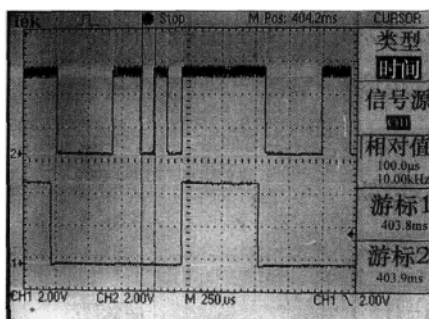

图 11-4 上面的波形是 P3.1 送出来串行数据 58H，而下方显示的波形是由 P1.0 送出
图 11-4 上方传的是 58H 的数字数据串，你看得出来吗？很难，真的很难看出其中的情况。其实，串行数据何时开始产生是很难去指定的，所以串行端口在送出真正的第 1 位数据前，它会先传送一个数字 0 的信号，所以在波形上我们会先看到 LOW(0) 的状态，这个 0 的信号我们称为“Start Bit”，通知接收端它要开始传送第一位的数据。串行数据结束时也会有一位的时间，其状态一定是 1，以便通知接收端数据已经传送完了，这个位就称为“Stop Bit”。所以 8051 的串行端口传送 1 个字节数据时，实际上却是送出 10 位的数据串。
对照图 11-4 看，来 P3.1 较 P1.0 开始的时间较晚了一点，这是因为编写程序时，CPL P1.0 在 MOV SBUF, A 的前面，所以执行时当然就会有先后的差别，但结束的时间就几乎一样了。